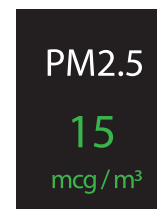

Рисунок 6
- На дисплее прибора отображается текущая концентрация взвешенных микроскопических частиц PM_{2.5} в воздухе помещения (рис. 6). Числовое значение и единица измерения в mcg/m³ имеют при этом определенный цвет, показывающий текущий уровень качества воздуха. Все уровни качества воздуха по показателю «Концентрация PM_{2.5}» указаны в таблице 2.